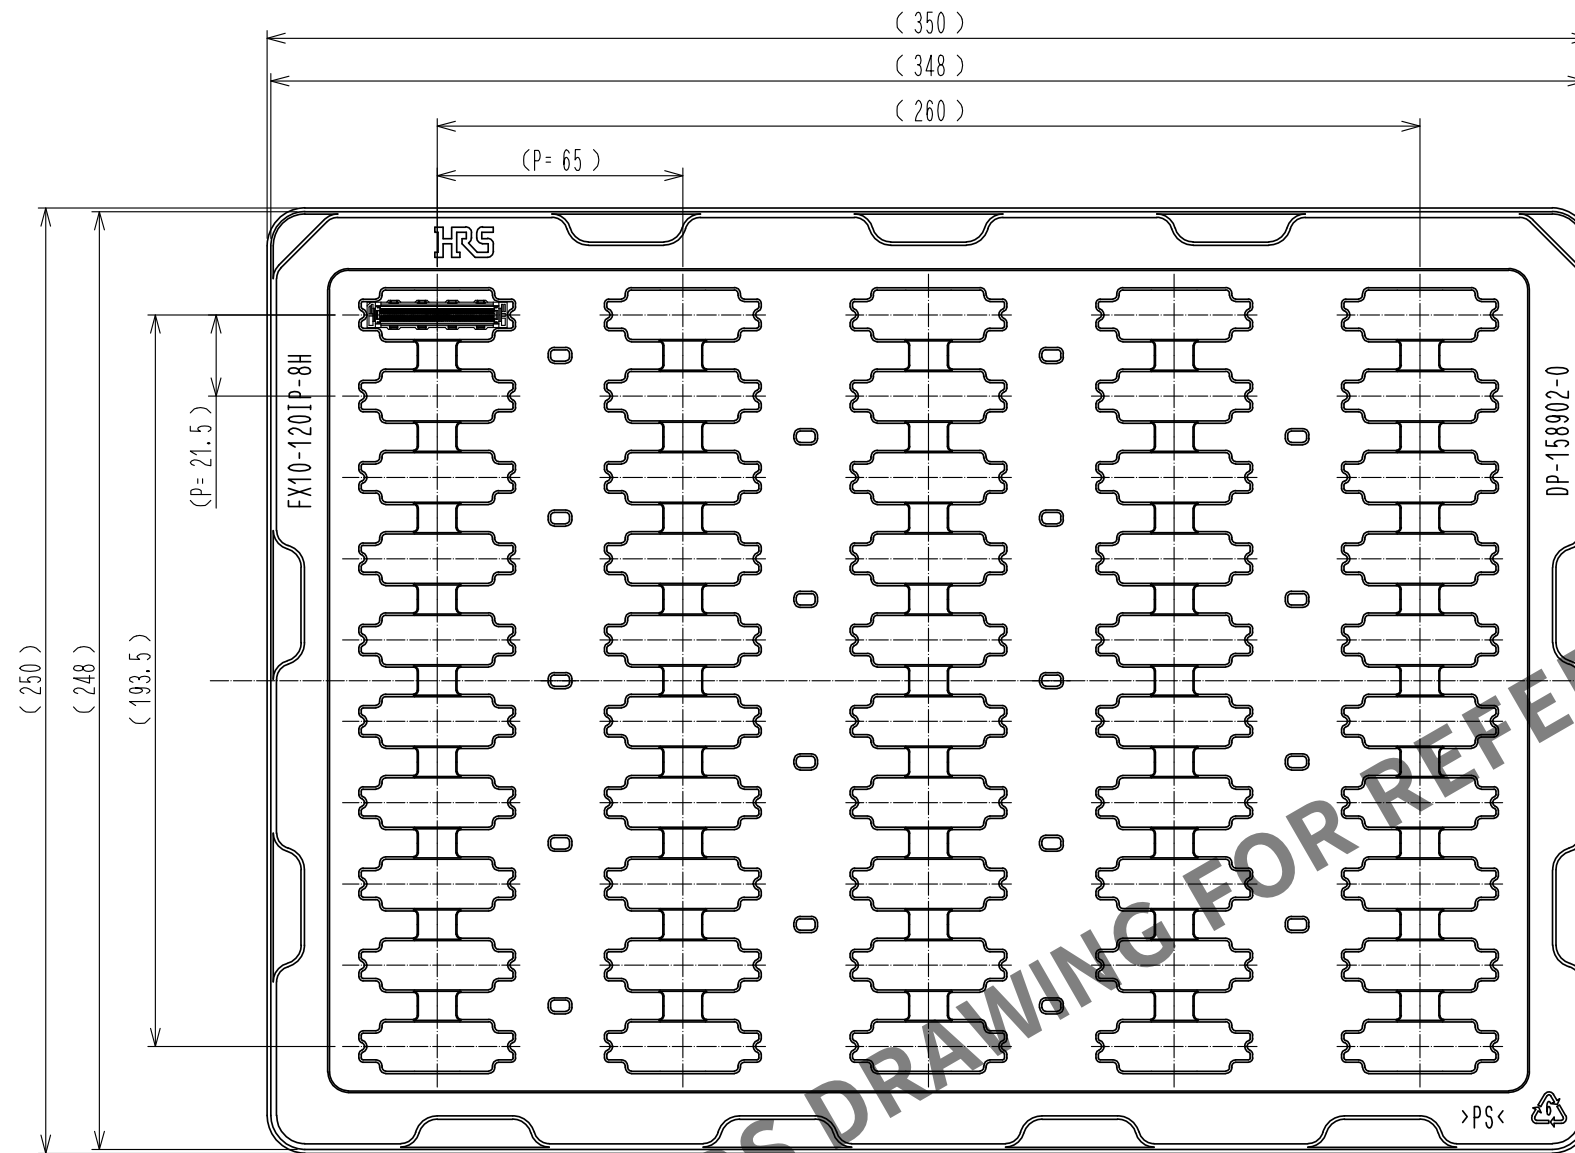

Fig.3 梱包状態図 (1:2) 6
- 本製品は1ソフトトレイに50個入りとなります。詳細はFig. 3を参照ください。